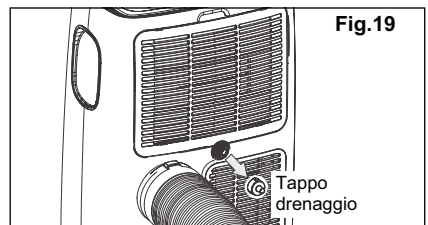

Fig.19
- Svita il tappo di drenaggio della presa del drenaggio continuo (Fig.19).